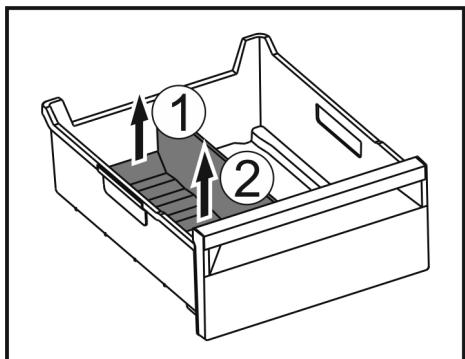

Fig. 126
- ▶ Ridicați partea posterioară a separatorului pentru compartimentul de gheăță. Fig. 126 (1)
- ▶ Scoateți separatorul pentru compartimentul de gheăță în sus. Fig. 126 (2)